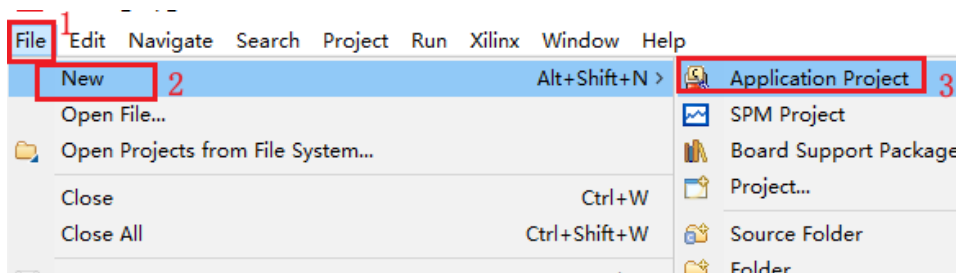

图 1-9 新建 SDK 工程
3. 进入 SDK 软件之后，依次点击 File->New->Application Project，建立一个 SDK 工程，如下图 1-9 所示，然后给工程命名，比如命名为 usb_data_capture，然后点击 Next，选择 Empty Application，就完成了工